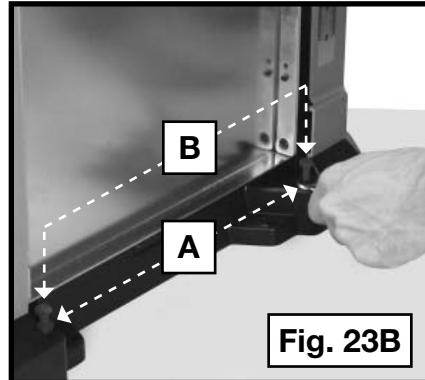

Fig. 23B
4. Si la mesa necesita ajustes, afloje las tuercas de seguridad (A) Fig. 23B de los tornillos de ajuste de altura (B) de la mesa. Ajuste los tornillos más arriba o más abajo, hasta alcanzar la altura deseada para la mesa.